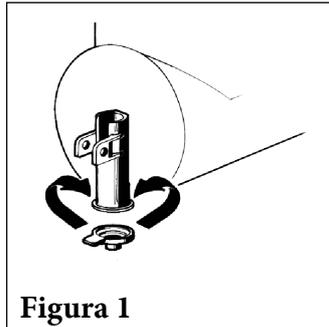

Figura 1
- **Redutor de fluxo:** quando o equipamento for ser utilizado na função refresqueira, recomenda-se instalar o redutor de fluxo (enviado junto com a máquina) na torneira ou nas torneiras (ver figura 1).